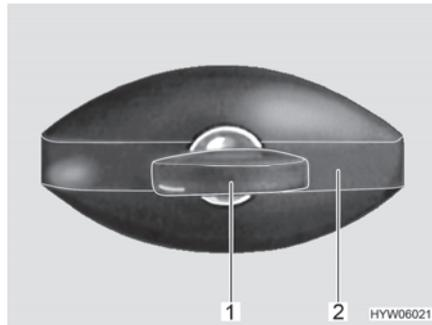

Bild 27 Klappenschloss (ellipsenförmig, verschlossen)
- Schlüssel in Schließzylinder (Bild 27,1) stecken und eine viertel Umdrehung entgegen dem Uhrzeigersinn drehen. Schlossgriff (Bild 27,2) schnappt heraus.